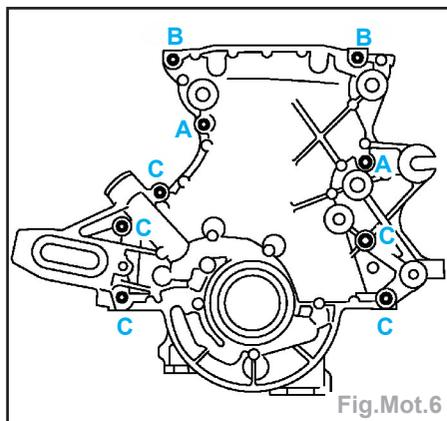

Fig.Mot.6
- Déposer le couvercle avant avec précautions (déposer les boulons dans l'ordre indiqué) (Fig.Mot.6).
- soulever le capot en diagonale et l'installer dans sa position de montage de telle sorte que le capot avant vienne en contact simultanément avec la partie inférieure du joint de culasse (3) et la partie avant du bloc-cylindres (2),
- serrer temporairement les boulons du couvercle avant (Fig.Mot.6),